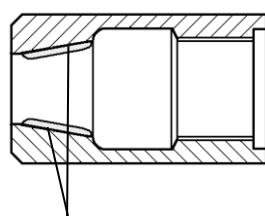

図7-4 グリス(厚さ 2~3 mm)
(1) 分解・組立方法は、「7-2. 先端部品の清掃」の要領で行って下さい。
(2) 組み付ける前にジョーケースの内側(ジョーと接する面)にグリスを充分に塗布して組み付けてください。(図7-4参照)